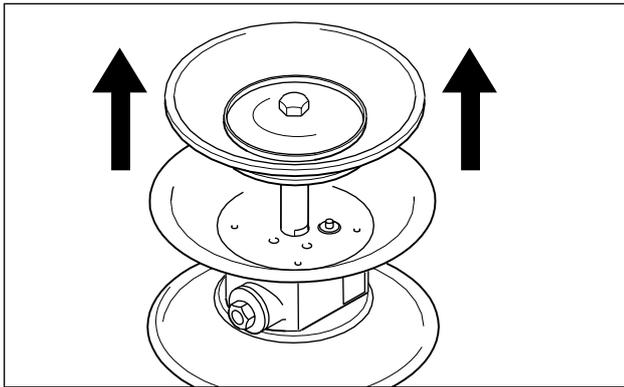

Abb. 11: Pleuellstange herausziehen.
- Kolbenstange mit zweiter Membran aus dem Mittelblock herausziehen und zweite Membran wie zuvor beschrieben demontieren (Abb. 11).